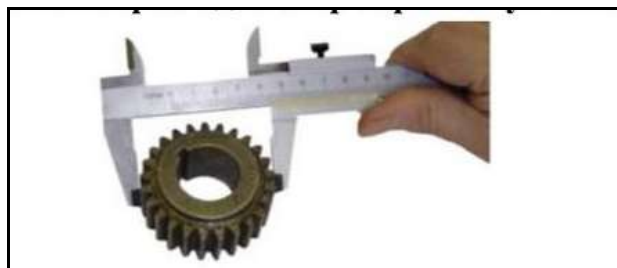

Рис.47 Определение диаметра вершин зубьев колеса
1.Штангенциркулем измерить диаметр вершин зубьев колеса - d_a (рис. 47);